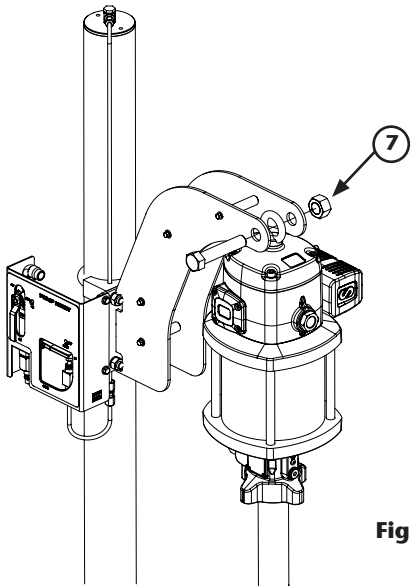

Fig. 6
3. Solo pa o modelo 391022. Fixar a propulsora por el olhal mediante o pino e a porca (7) (fig. 6).